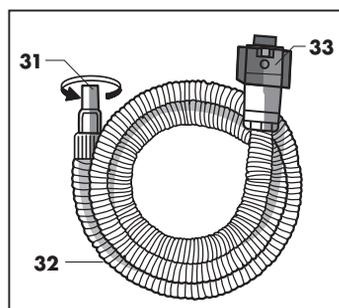
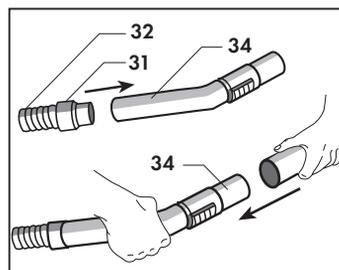

Fig. 29
Fig. 30
Per l'utilizzo degli accessori inserire il raccordo monoblocco (33) del tubo flessibile (32) (Fig. 29) nella sede della presa accessori al posto del tubo flessibile, come descritto a pag. 8 (Fig. 8) "Attacco del tubo flessibile". Per l'accoppiamento dei vari componenti è sufficiente inserire il raccordo girevole (31) del flessibile (32) nell'impugnatura (34) e inserire la parte femmina dell'accessorio che si intende utilizzare nella parte terminale maschio dell'impugnatura (34). (Fig. 30).